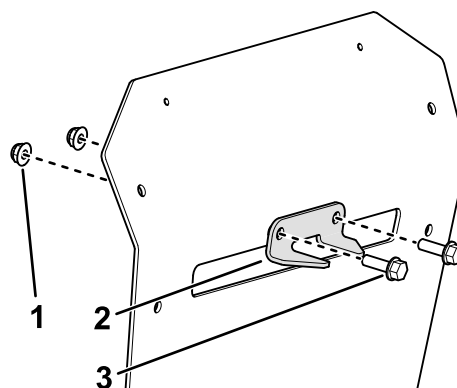

Figura 13
2. Montate la staffa di stabilizzazione sulla protezione posteriore utilizzando 2 bulloni ($\frac{5}{16}$ " x 1") e 2 dadi di bloccaggio ($\frac{5}{16}$ ") come illustrato nella Figura 13.